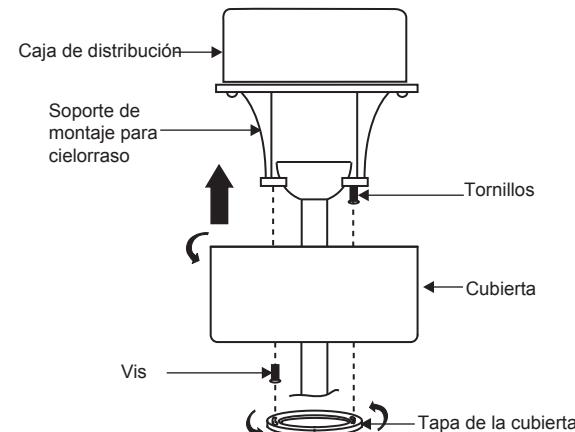

Fig. 14
**NOTA :** Ajuste los tornillos de la cubierta según sea necesario hasta que la cubierta y la tapa de la cubierta estén bien ajustadas. (Fig. 14)